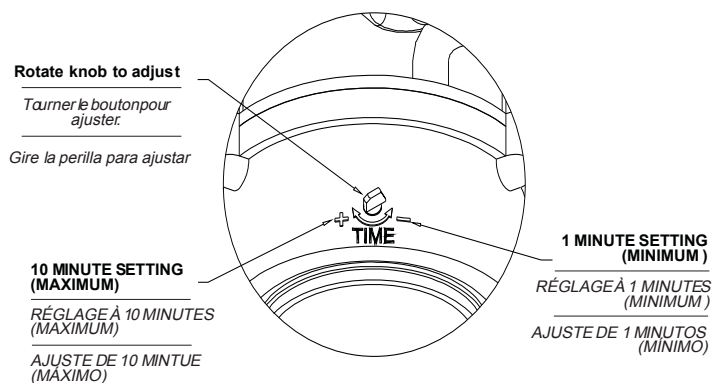

Figure 3
- 9) Prior to installing diffuser (14)- need to adjust time delay on PIR sensor (6). Maximum delay time is 10 minutes and minimum is 1 minute. The light will remain on as long as there is movement within the detection zone. Once zone is vacated, the delay time determines how long light will remain on. To increase the amount of time the fixture will remain illuminated, rotate knob toward the "+" symbol on the module- See Fig. 3
9) Avant d'installer le diffuseur (14), il est nécessaire de régler les délais de mise en veille du capteur IRP. Le délai avant la mise en veille est de 10 minutes maximum et 1 minute minimum. La lumière reste allumée tant qu'il y a du mouvement dans la zone de détection. Une fois la zone de détection vide, le délai de mise en veille détermine combien de temps la lumière restera allumée. Pour augmenter la durée pendant laquelle l'appareil restera allumé, pivotez le bouton vers le symbole + sur le module (voir fig. 3).